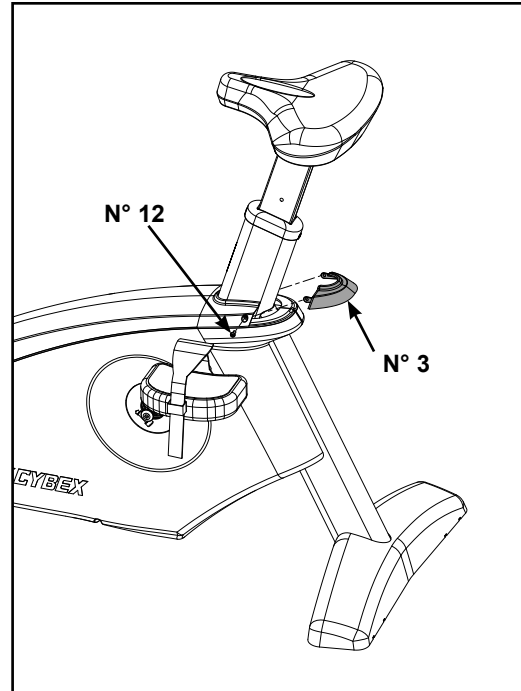

Figure 7
- A.** Repérez et placez le couvercle arrière (n° 3) dans le couvercle supérieur, tel qu'illustré à la figure 7.
- B.** À l'aide d'un tournevis Phillips, fixez-le en utilisant deux vis, 8-16 x 0,50 (n° 12). Reportez-vous à la figure 7.